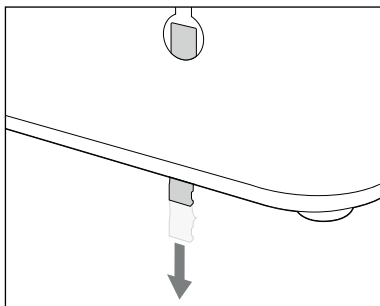

Fig. 1
3. På produktets bagside sidder der i højre ophængningsring **7** en låsestift **8**, der skal forhindre produktet i at løsne sig fra skruberne **9**. Træk så låsestiften **8** lidt nedad og ud af ophængningsringen **7** (se fig. 1).